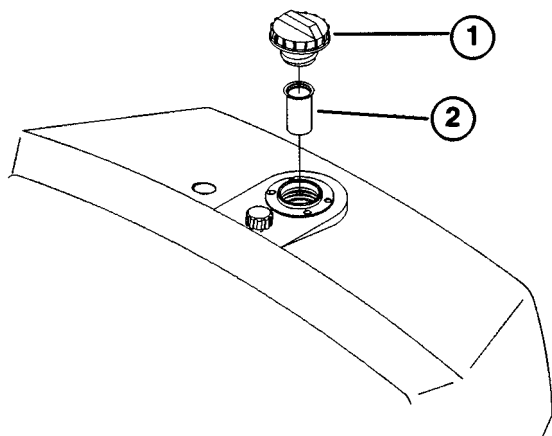

図 21
- 注油口からキャップを外して量を点検する。給油口についているスクリーン（図21）の底部までオイルがあれば適正。